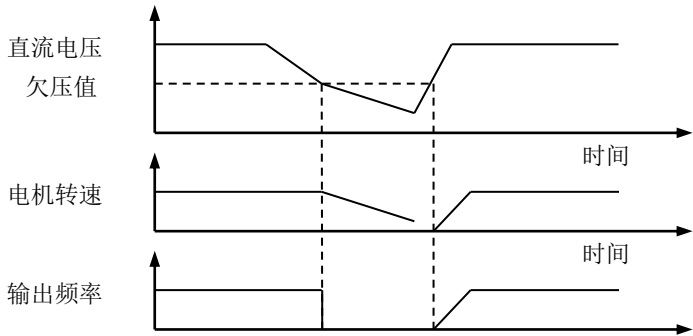

图 6-16 电恢复时频率从零起动
- 1：复电后，当驱动器检测到直流母线电压高于欠压保护值后，输出频率将从 0Hz 加速到设定频率。如图 6-16 所示。